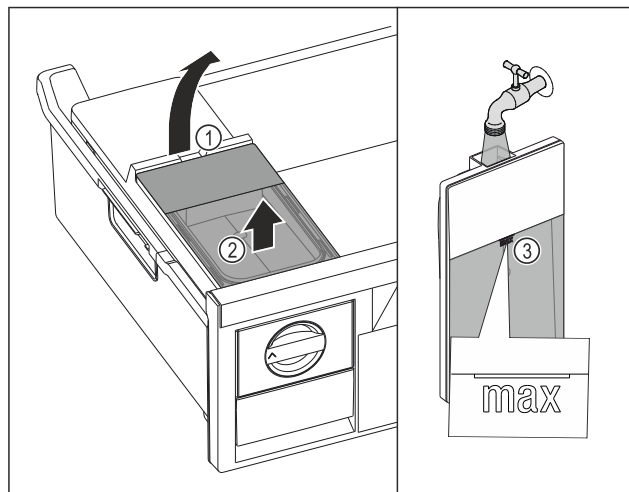

Fig. 123
- Løft vandtanken op til udsparringen Fig. 123 (1).
- Tag vandtanken ud fra oven. Fig. 123 (2)
- Fyld vandtanken med drikkevand op til mærket Fig. 123 (3).